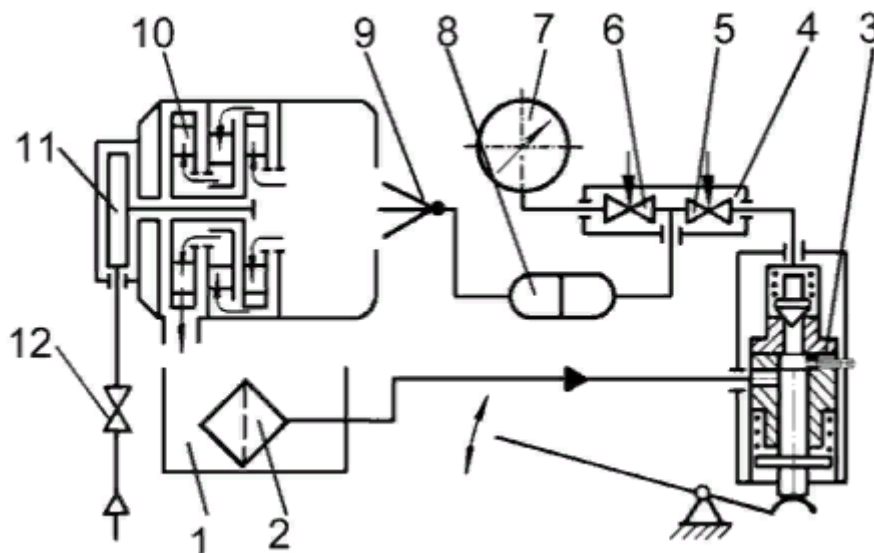

Рис. 2. Гидравлическая схема стенда КИ-3333:
Стенд предназначен для проведения диагностики форсунок дизельных двигателей при проведении ТО. На рис. 1. показан общий вид стенда КИ-3333 для регулировки давления начала впрыскивания распылителей форсунок. На рис. 2. приведена гидравлическая схема стенда.
Во время работы стенда дизельное топливо из бака (1) (рис. 2) через фильтр (2) поступает в пространство над плунжером насосной секции (3). При помощи рычага плунжер движется вверх и, сжимая топливо, создает давление в гидросистеме стенда. При открытых кранах (5) и (6) клапанной коробки (4) топливо поступает к манометру (7), аккумулятору (8) и форсунке (9).
Удаляет пары топлива обратно в бак вентилятор (10) (рис. 2), который приводится в движение от турбины (11). Турбина вращается потоком воздуха, поступающего от внешнего компрессора при открытии крана (12).
3. Гидравлическая схема стенда КИ-3333 (рис. 2), принцип его работы и как определяется и регулируется давление впрыска.